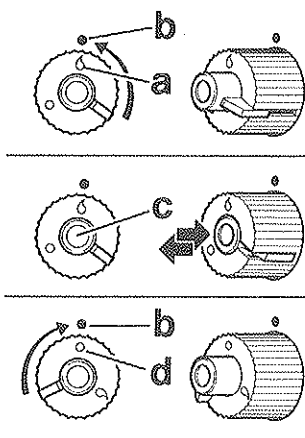

Fig. 6
- 7 - une manette gaz avec poussoir de purge rapide (c fig.6)